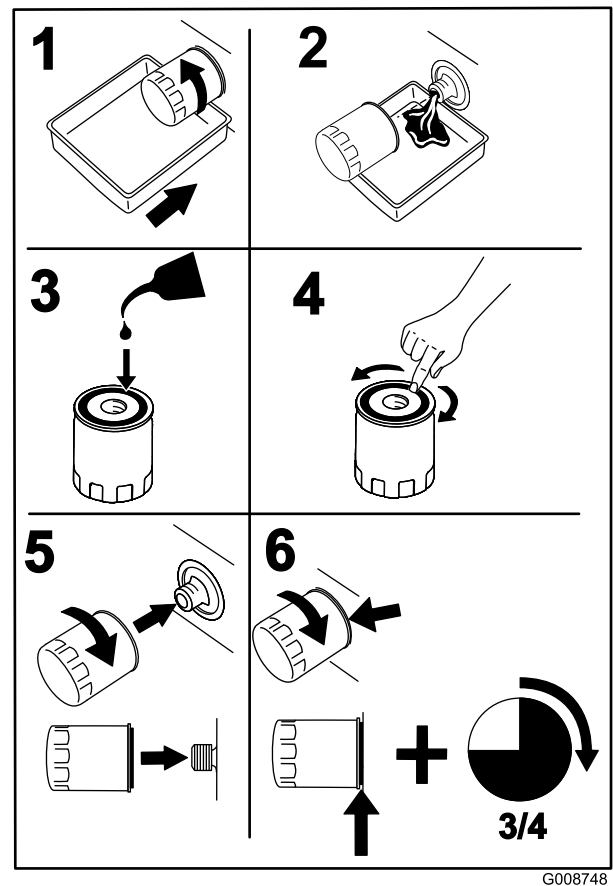

Figure 44
- Remplacez le filtre à huile moteur (Figure 44).